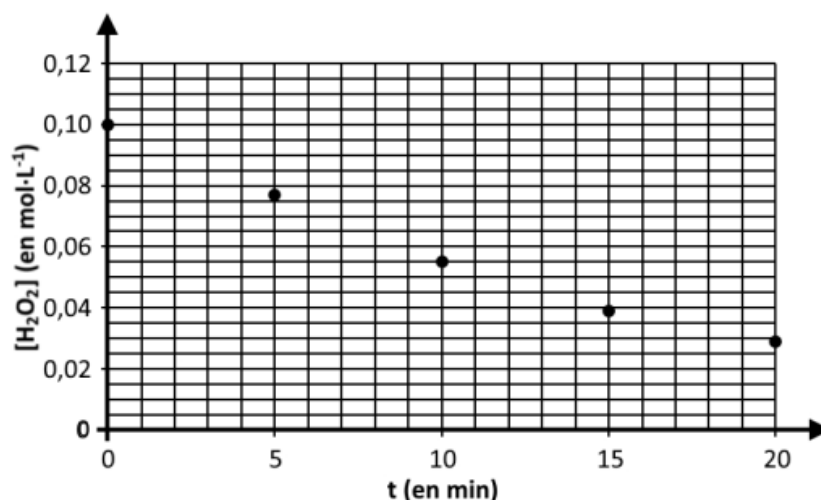

Figure 2. évolution temporelle de la concentration en quantité de matière de  $\text{H}_2\text{O}_2$  à 20 °C
Les résultats expérimentaux obtenus à la température de 20 °C sont rassemblés sur la figure 2 donnée en annexe.
**Q.7.** Compléter la figure 2 en **annexe page 13** en traçant ce que serait l'évolution temporelle de la concentration en quantité de matière de  $\text{H}_2\text{O}_2$  en absence d'ions  $\text{Fe}^{3+}$ .